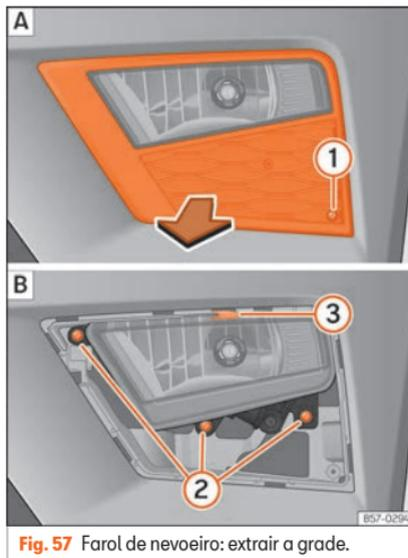
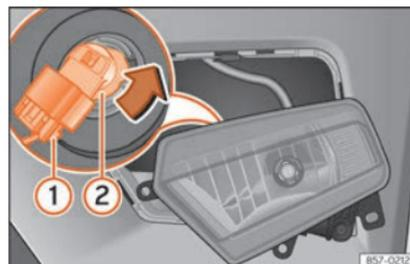

Fig. 57 Farol de nevoeiro: extrair a grade.
Fig. 58 Farol de nevoeiro: desmontar o porta-lâmpadas
- Retire o parafuso »» Fig. 57 ① [A] da grade do farol de nevoeiro utilizando uma chave de fendas e extraia a grade.
- Retire os 3 parafusos »» Fig. 57 ② [B].
- Retire o grampo metálico que se encontra na parte superior do farol de nevoeiro, puxando para fora do veículo ③ [B] e retire o farol de neblina.
- Retirar o conector »» Fig. 58 ① da lâmpada.
- Rode o porta-lâmpadas »» Fig. 58 ② para a esquerda e puxe.